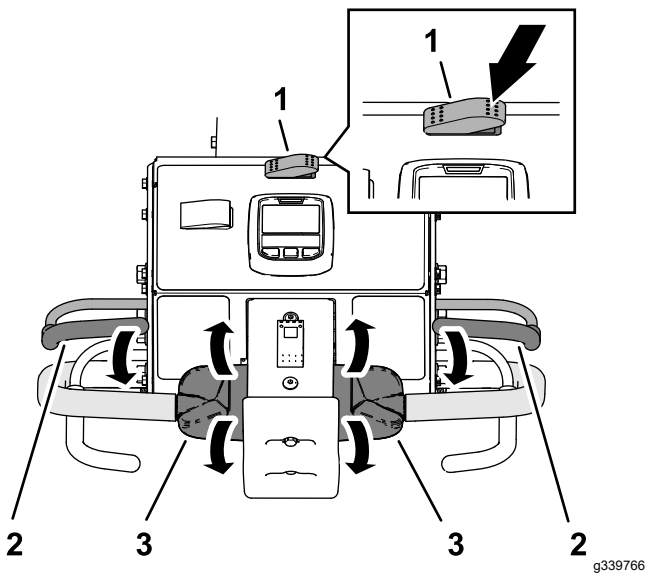

图 87
3. 将行驶/打孔开关的右侧按至打孔位置图 87。
5. 握住左侧或右侧手把和操作员到位把手图 87 将把手向手柄挤靠。